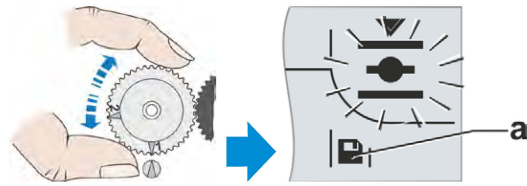

图8：旋转白色中心轮直至出现保存图标（a）
10. 仅适用于带信号齿轮单元的执行机构：按照之前的方向（请参考第9步中的“重要”）缓慢地旋转白色中心轮，直至屏幕上出现“保存”图标（如图8中a所示）。如果白色中心轮已到达了机械限位，则反方向旋转。